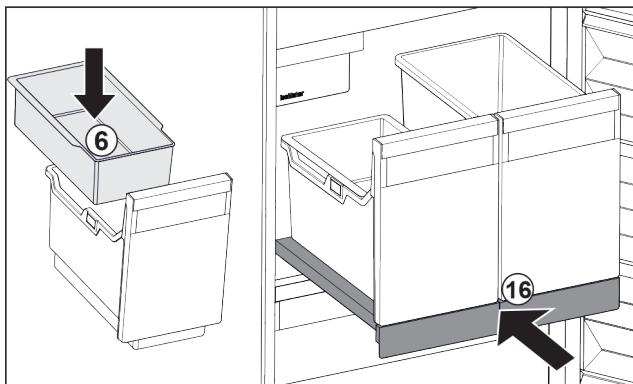

Fig. 108
- Vsadte závěsnou misku Fig. 108 (6) pro kostky ledu.
- Fig. 108 (16)